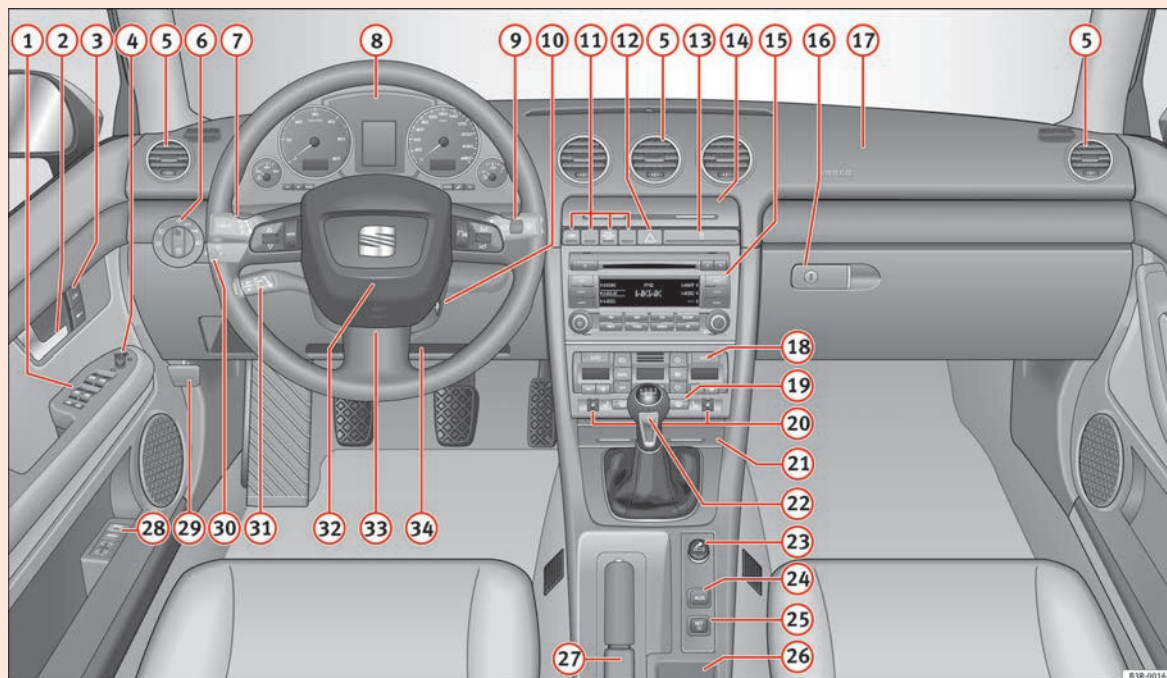

Fig. 36 Algunos de los equipamientos relacionados pertenecen sólo a determinadas versiones del modelo o son equipamientos opcionales.
- En vehículos dotados de volante a la derecha*, la disposición de los elementos de mando difiere parcialmente de la que se muestra en la figura ⇒ página 58, fig. 36. Los símbolos de los mandos son, sin embargo, los mismos. ■